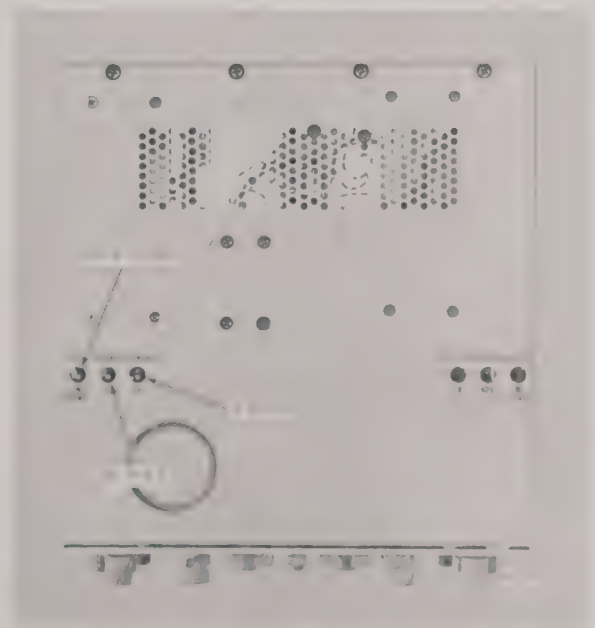

FIGURE 7-5 ZERO SUPPRESSION CALIBRATION
7.3 ZERO SUPPRESSION CALIBRATION PROCEDURE (Fig. 7-5)